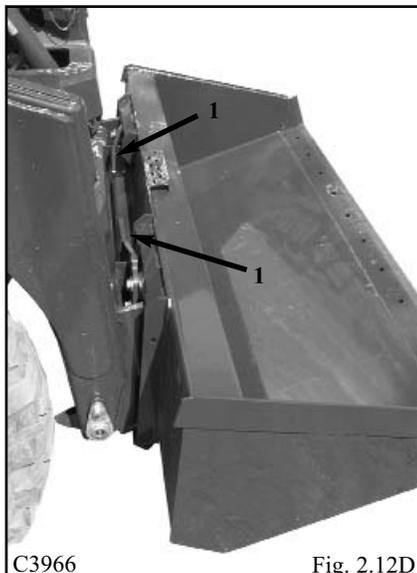
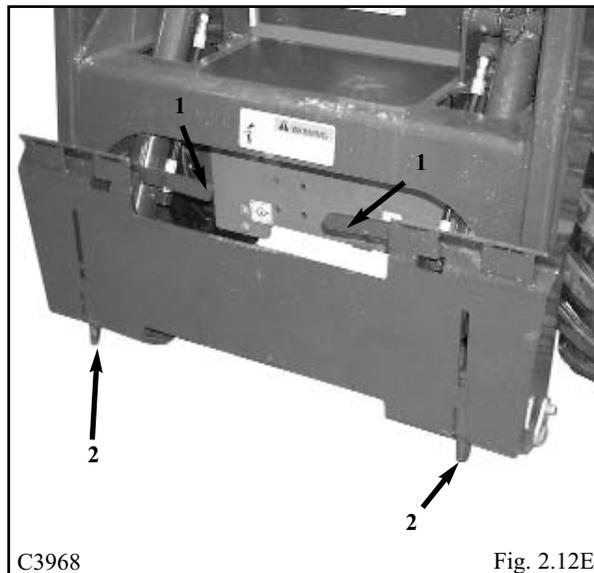

Fig. 2.12D
Fig. 2.12E
Empuje la palanca de cierre (1) hacia abajo (Fig. 2.12D) extendiendo los pasadores de cierre (Fig. 2.12E, ítem 2) a través del accesorio y asegure el accesorio.